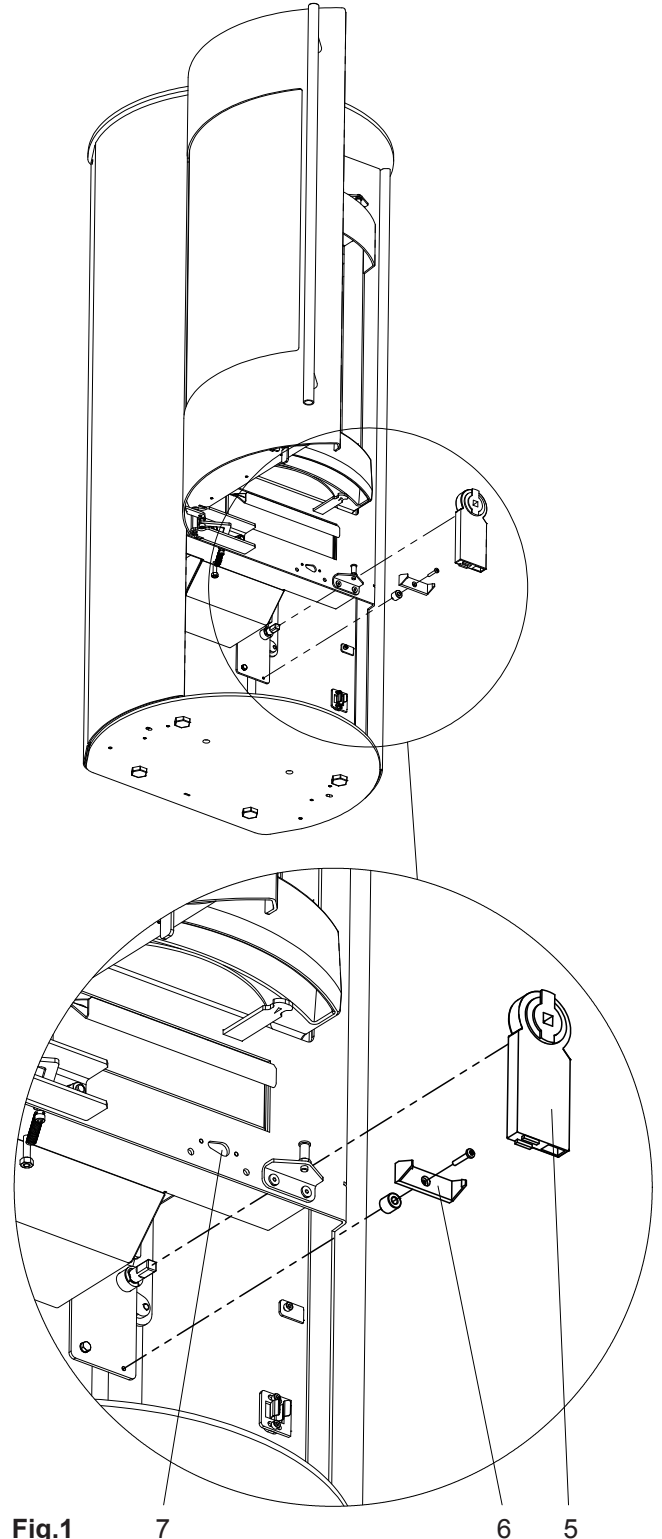

Fig.1
- Fijar la pinza de sujeción de plástico (6) con el casquillo distanciador en la consola de motor. Pasar el servomotor (5) sobre el eje de giro de la palanca del regulador de admisión y encajarlo en la pinza de sujeción de plástico (Fig.1).
- Montar el interruptor de contacto de puerta (posición de fijación: véase Fig.1), el sensor de temperatura y el cable de alimentación eléctrica según la descripción en las instrucciones de OEC.